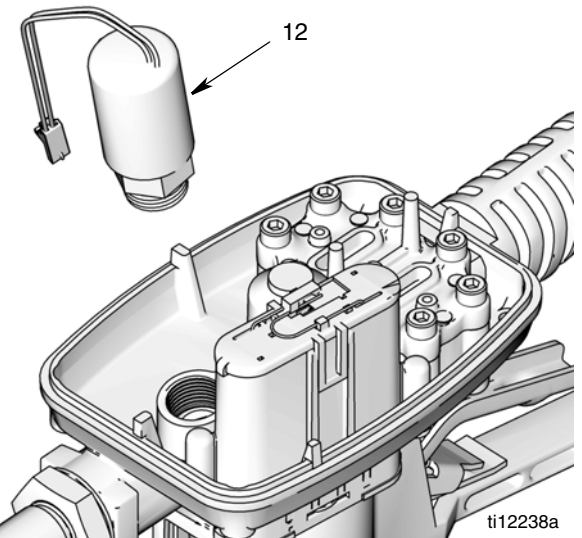

FIG. 37
9. Afloje el solenoide (12) y retírelo de la carcasa del contador (FIG. 37). En caso necesario, utilice unos alicates para aflojar el solenoide.